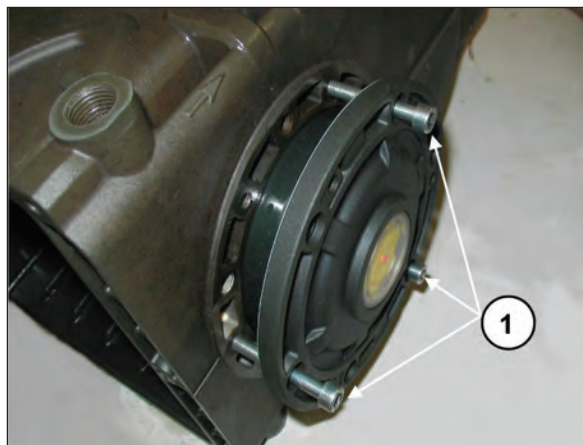

Abb. 8
Um das Einführen des ersten Abschnitts und das Einsetzen der Deckel am Gehäuse zu erleichtern, sollten Sie 3 Schrauben M6 x 40 mit Teilgewinde (Abb. 8, Pos. ①) zu Hilfe nehmen und den Vorgang dann anhand der mitgelieferten Schrauben (M6x16) abschließen.